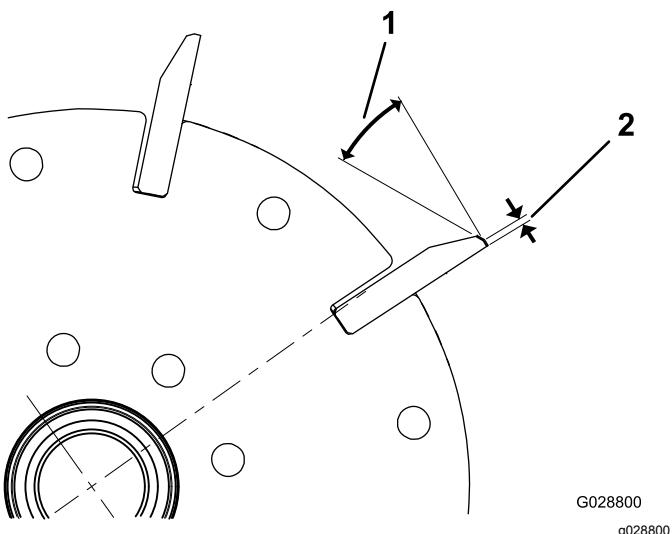

Figura 23
- Applicate un angolo di spoglia di 30° su tutte le lame del cilindro fino a quando la larghezza della superficie non è pari a 1,3 mm (Figura 23).